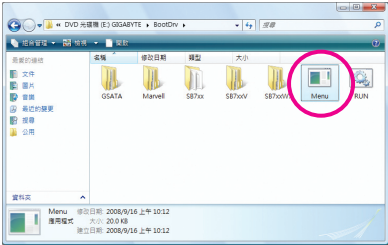
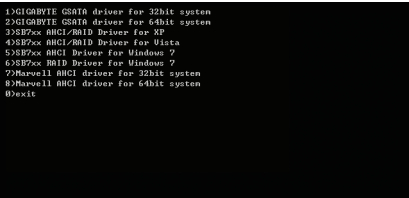

图2
图3
- 2: 进入光盘中的「BootDrv」文件夹，双击「Menu.exe」文件(图2)后会出现「命令提示符」画面，内含如图3所示的控制器菜单。
- 3: 放入空白磁盘。按下SATA控制器驱动程序代码后再按<Enter>键。以图3的菜单为例：若是将磁盘阵列建构在由AMD SB710 SATA控制器所接出的硬盘中且欲安装Windows XP作业系统，请选择“3) SB7xx AHCI/RAID Driver for XP”。